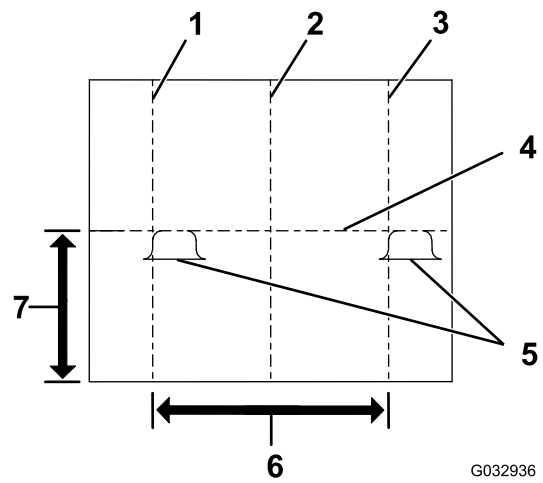

Figura 25
- Marque la línea central vertical del vehículo en la pantalla (Figura 25).
- Marque la línea central vertical de los faros en la pantalla (Figura 25).
- Marque la línea central horizontal de los faros en la pantalla (Figura 25).
- Ajuste los faros de la quitanieves hasta que la parte más luminosa de las luces bajas de la quitanieves se alinee, como se muestra en Figura 25.